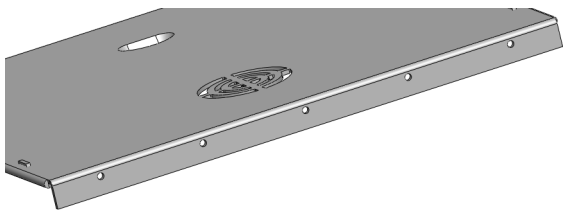

图 13-96 线性阵列特征效果
(6) 单击【线性阵列】按钮，弹出【线性阵列】属性管理器，选择合适的边线对象，单击【反向】按钮，设置【间距】为 80、【实例数】为 5，选取拉伸切除特征，单击【确定】按钮，创建线性阵列特征，如图 13-96 所示。